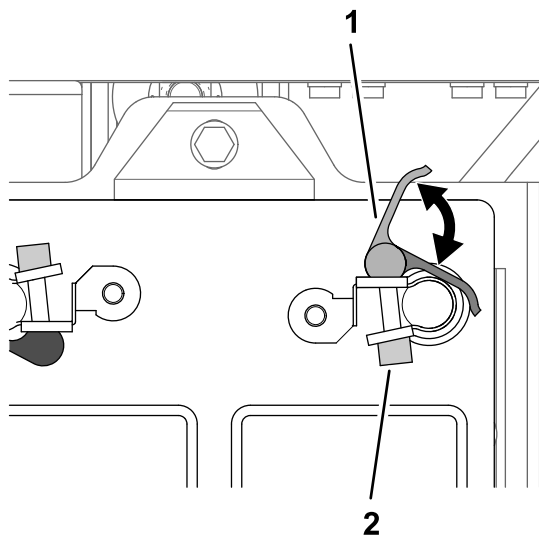

Figura 234
2. Abra la palanca de la abrazadera de desconexión rápida con palanca negra (Figura 234).
4. Cierre la palanca de la abrazadera de desconexión rápida (Figura 234).